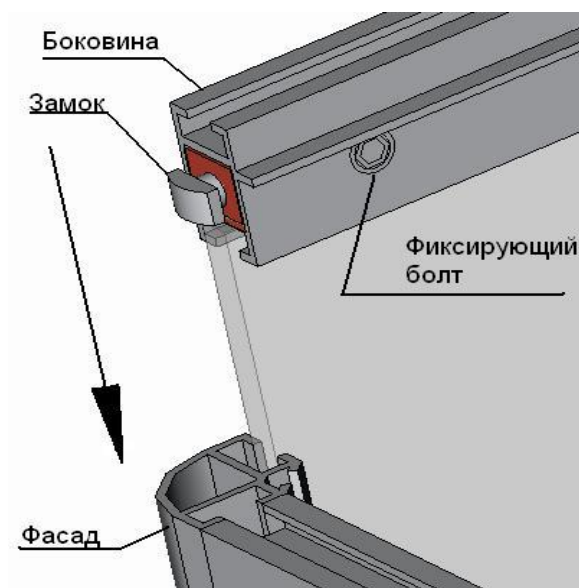

Рисунок 2
- г) собрать экран полностью и зафиксировать с помощью болтов (рисунок 2);